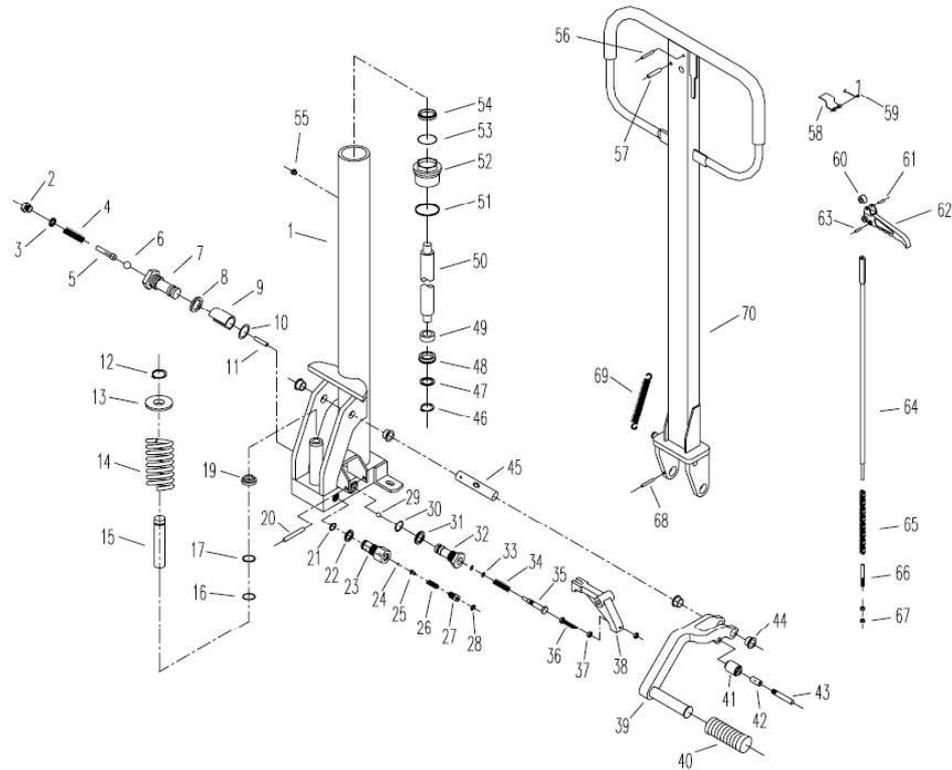

Figur 2 Lyftdiagram över lastbil
6. Fästningspunkterna under transport ses i figur 2.